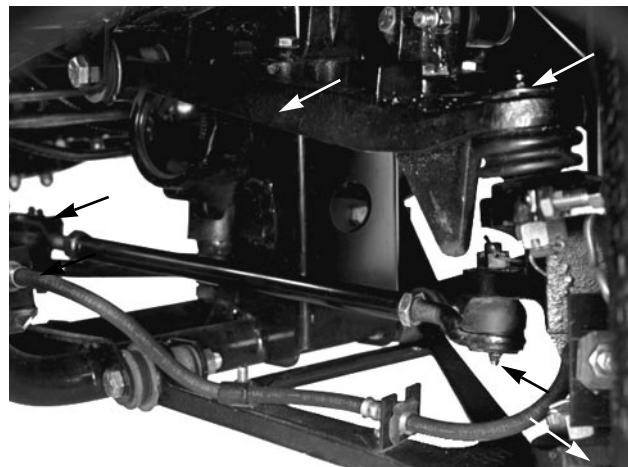

Fig. 16
La posizione degli ingrassatori ed i quantitativi sono: testa dei tiranti (4) Fig. 16; giunti sferici anteriori (4) Fig. 16; albero motore posteriore (6) Fig. 17; albero motore centrale (solo trazione a 4 ruote) (3) Fig. 18; perni del pedale (4) Fig. 19; albero dello sterzo (1) Fig. 20; boccole dell'assale anteriore (2) Fig. 21; leva del regolatore (1) Fig. 22.